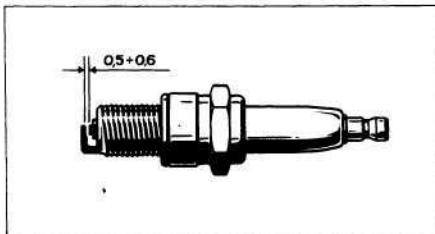

Рис. 44. Проверка зазора между электродами в свече зажигания
2. Проверьте зазор между электродами свечи круглым проволочным щупом. Зазор должен быть в пределах 0,5—0,6 мм (рис. 44); регулировать его можно только подгибанием бокового электрода.